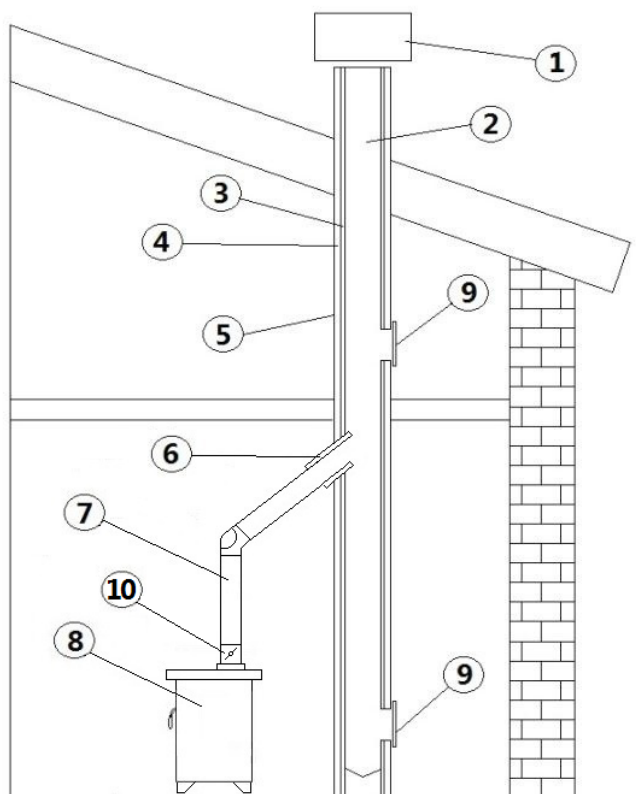

Fig. 4 - Componenti camino
- Si consiglia un comignolo di tipo antivento, vedi **Fig. 4 a pag. 7**.
- Canna fumaria esterna realizzata esclusivamente con tubi inox isolati cioè con doppia parete minimo $\varnothing 150$ mm: il tutto ben ancorato al muro. Con comignolo antivento (vedi Fig. 4 a pag. 7).